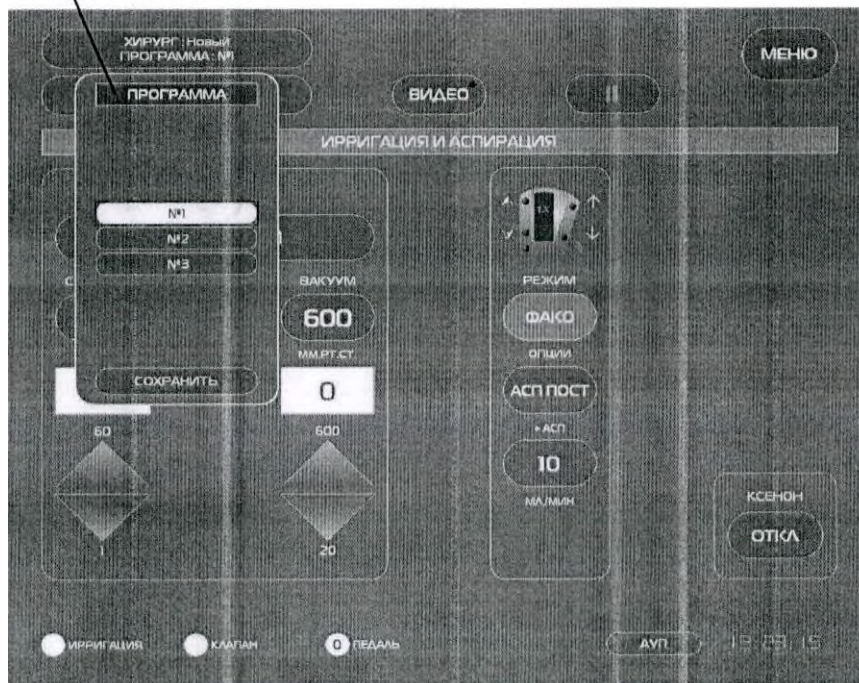

Рис.14.24 – Панель выбора и отображения персональных настроек пользователя.
14.4.9 Клавиша-табло «ХИРУРГ/ПРОГРАММА» – отображает имя пользователя и номер программы, позволяет в появляющемся окне (Рис. 14.24) выбрать программу персональных настроек (см. п. 14.9) и сохранить текущие изменения в программах.
14.5.8. Клавиша «ХИРУРГ/ПРОГРАММА» – отображение имени пользователя и номер программы, позволяет в появляющемся окне (Рис. 14.24) выбрать программу персональных настроек (см. п. 14.9) и сохранить текущие изменения в программах.